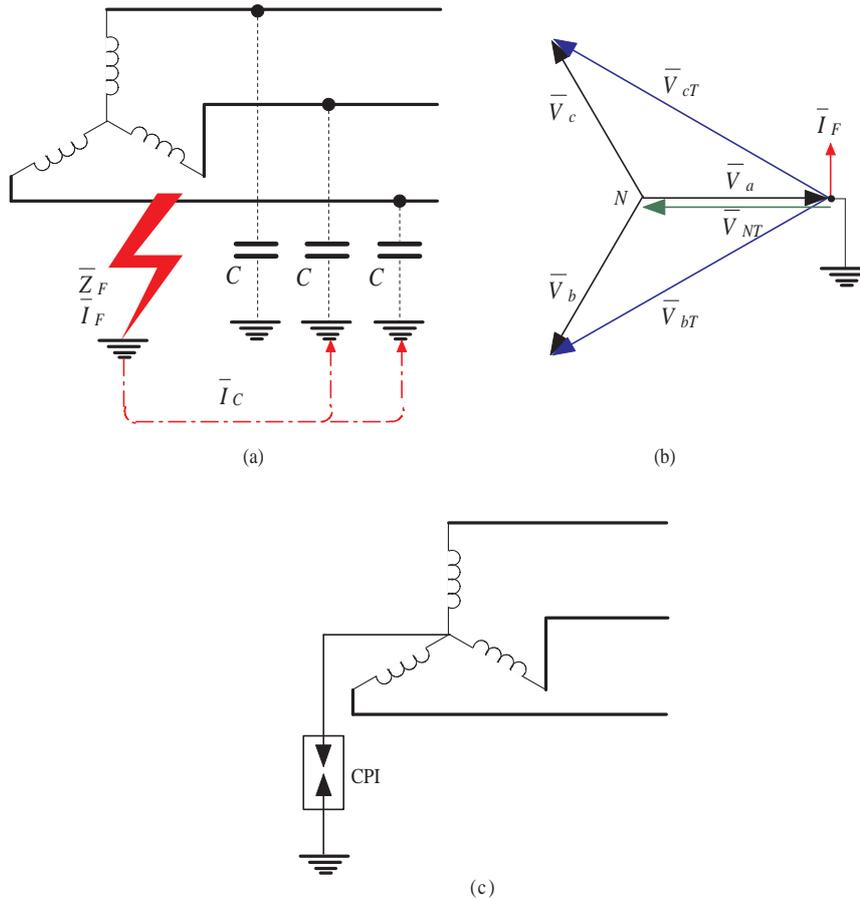

FIGURE 3.2 – Neutre isolé. (a) : Courant de défaut, (b). Diagramme vectoriel, (c). Contrôle d’isolement.
Soit il n'existe aucune liaison électrique entre le point neutre et la terre, à l'exception des appareils de mesure ou de protection, soit l'impédance  $\bar{Z}_{NT}$  est très élevée (Figure. 3.2). Dans ce cas de figure le potentiel du neutre peut être déduit de l'équation (3.7) tout simplement comme
- La surveillance d'isolement par un Contrôleur permanent d'isolement (CPI), Insulation monitoring device (IMD) (Figure. 3.2) : Son rôle consiste à surveiller l'isolation des phases et de donner l'alerte dès qu'il y a défaut;